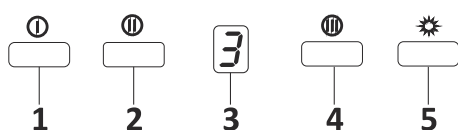

Fig. 17: 3 Spd Buton Pornire
1. ➔ Apăsați acest buton pentru a porni aparatul. Produsul va funcționa la nivelul de viteză 1 când este apăsat acest buton.Fig. 17
2. ➔ Produsul va funcționa la nivelul de viteză 2 când este apăsat acest buton.Fig. 17
3. ➔ Explorând display-ul puteți urmări la ce viteză funcționează produsul pe acest display.Fig. 17
4. ➔ Produsul va funcționa la nivelul de viteză 3 când este apăsat acest buton.Fig. 17
5. ➔ Apăsați acest buton pentru a aprinde și stinge becul.Fig. 17
6. ➔ Apăsând și ținând apăsat orice buton de operare a motorului pentru mai mult de 2 secunde va fi inițiată o funcție timer de 15 minute. Un semnal va fi afișat imediat ce pornește cronometrul, iar motorul se va opri automat după 15 minute.Fig. 17